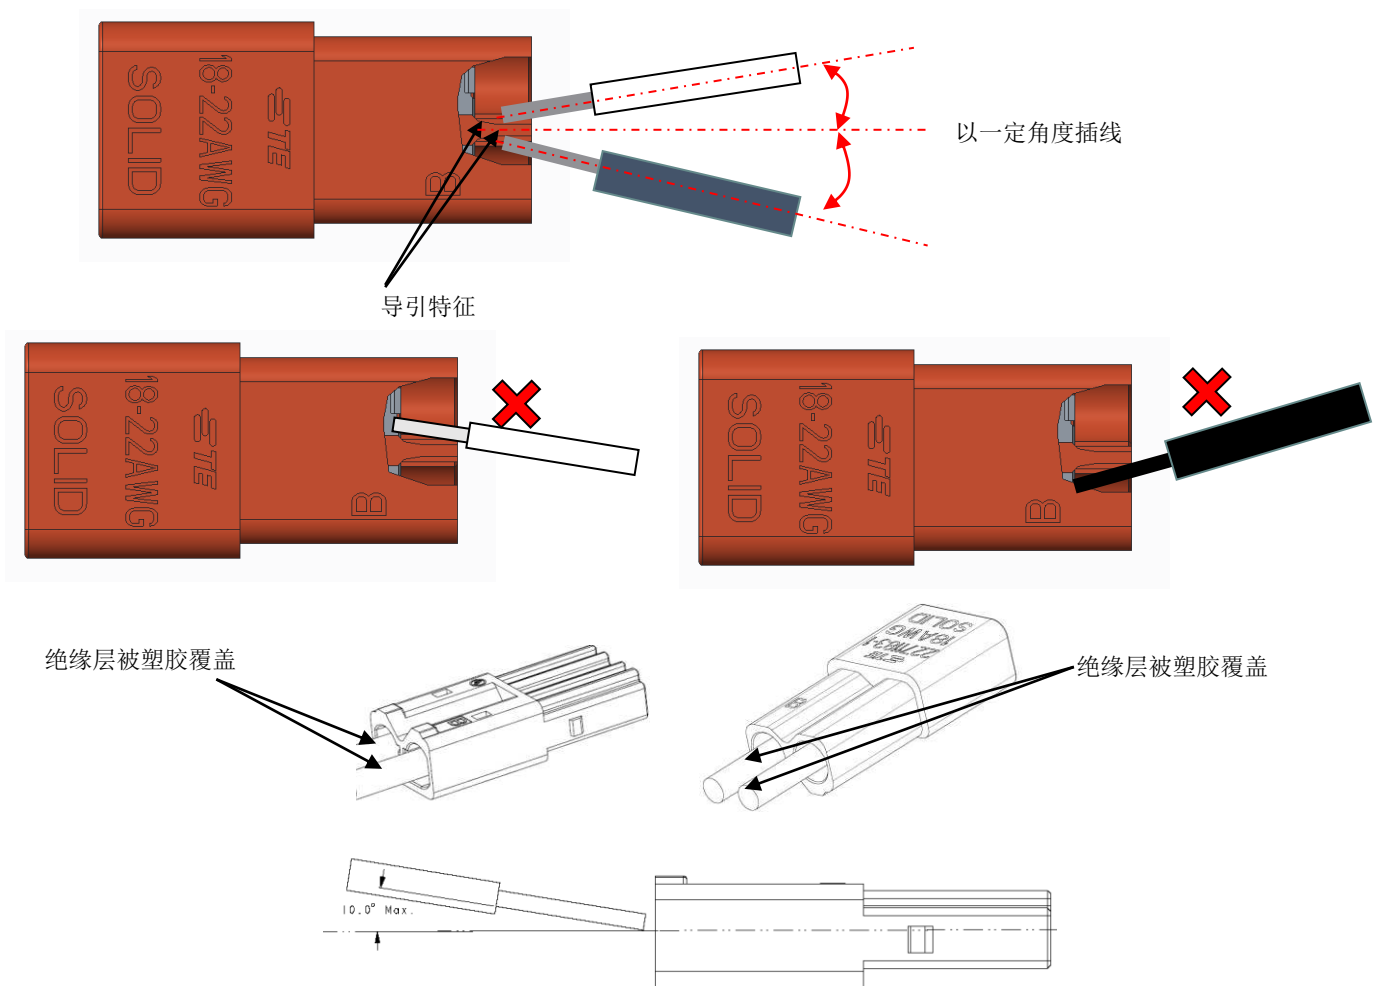

图 3
1. 将准备好的线材插入插头连接器或者插座连接器上的线材容纳孔内，为了使操作顺利进行，手持部位应尽可能地接近剥线部位，线材插到位后无法继续插入。插入过程中线材导体头部应与塑胶壳体的导引特征接触，并且以一定角度插入，线材与线材容纳孔的轴线之间的垂直方向上的角度应控制在 $10^\circ$  以内。（图3）